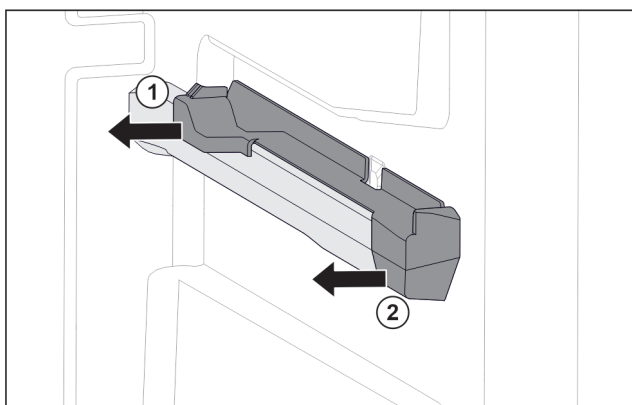

Fig. 153 Natični nastavek na desnemu nastavku za posodo
- Natični nastavek zadaj izvlecite v stran. Fig. 153 (1)
- Natični nastavek spredaj izvlecite v stran. Fig. 153 (2)